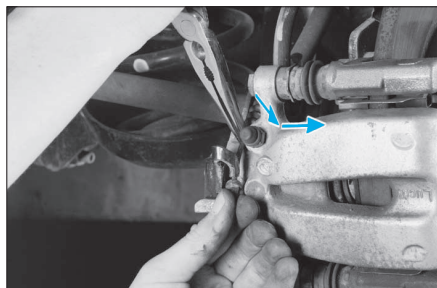

FIG. 28
- Déloger le câble de frein de stationnement comme illustré (Fig.28).